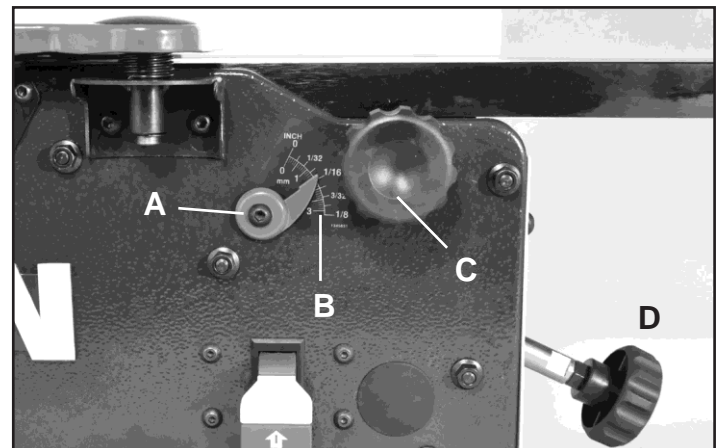

FIG. 17
La dégauchisseuse peut être réglée pour couper n'importe quelle profondeur d'un rasage très fin à 1/8" de profondeur. Le pointeur (A) sur l'échelle (B) est d'indiquer la profondeur de la coupe. Pour régler la profondeur de coupe, desserrer le bouton de verrouillage (C) et tourner le bouton d'ajustage (D) dans le sens horaire pour abaisser et contre-horaire pour soulever la table d'alimentation jusqu'à ce que la table d'alimentation soit à la position désirée, puis serrer le bouton de verrouillage (C). FIG. 17.